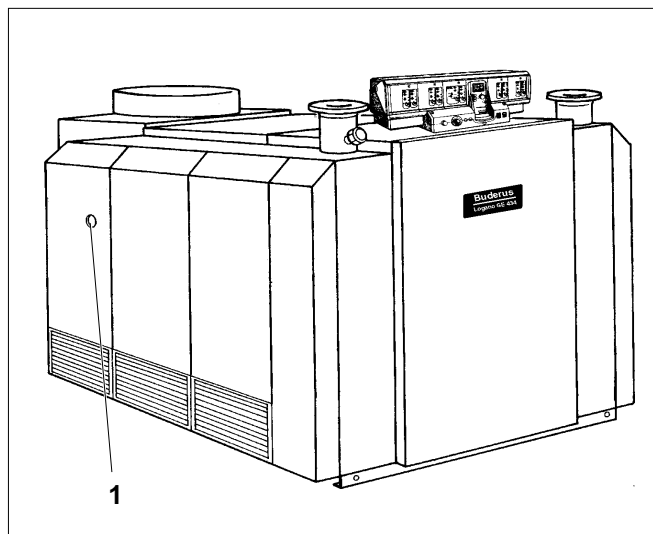

Fig. 2 Pulsante di riarmo
Eventuali anomalie vengono segnalate tramite l'apposita spia anomalia bruciatore posta sull'apparecchio di regolazione (Fig. 2) sul display.
- 1 Se si accende la spia luminosa sul pulsante di riarmo (Fig. 2, **Pos. 1**), premere il pulsante di riarmo.